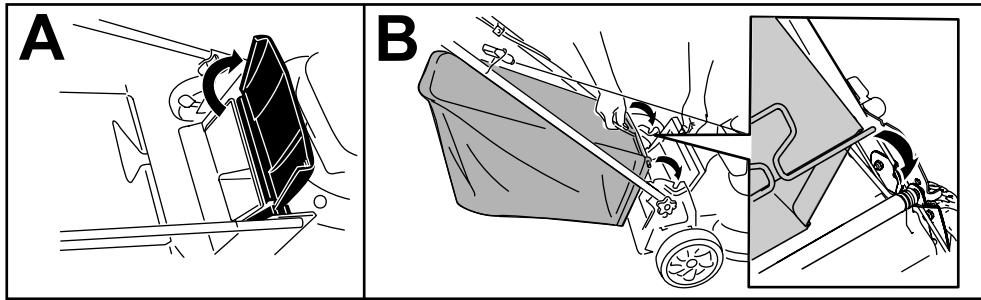

Figura 20
1. Levante y sujeté el deflecto trasero (Figura 20, A).
2. Instale la bolsa de recogida, asegurándose de que los pasadores de la bolsa descansan en las muescas del manillar (Figura 20, B).